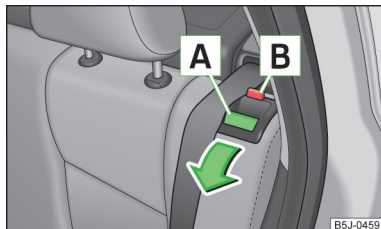

Fig. 57
- Prin apăsarea butonului de siguranță **A** » fig. 57, deblocați spătarul și înclinați-l spre înainte.